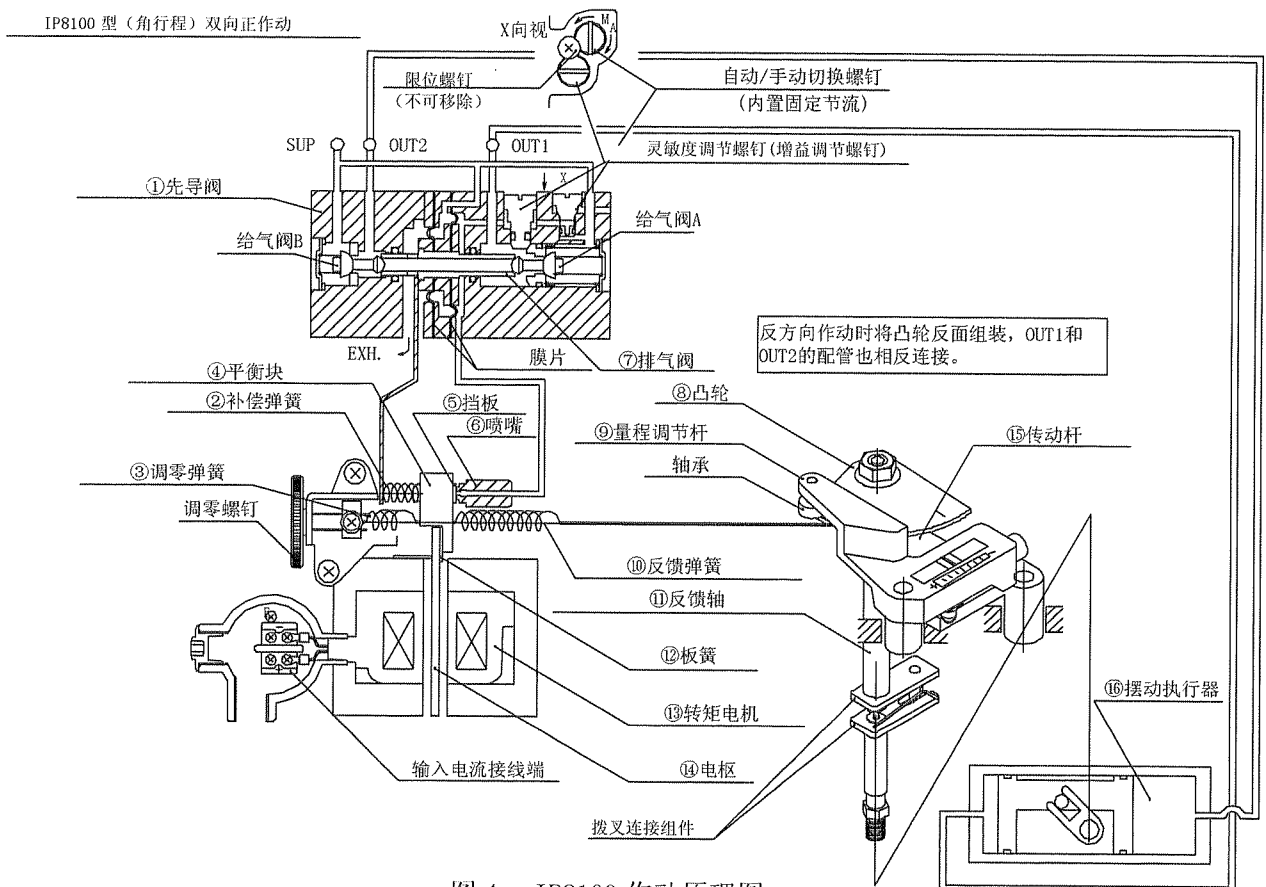

图 4 IP8100 作动原理图
当输入电流增加，⑭电枢以⑬转矩电机内的⑫板簧为支点受到逆时针方向的回转扭矩，将④平衡块推向左方，⑥喷嘴和⑤挡板之间的空隙增大，使⑥喷嘴的背压下降。其结果是：①先导阀的⑦排气阀向右作动，OUT1 的输出压力上升，OUT2 的输出压力下降，使得⑯摆动执行器回转。⑯摆动执行器的动作，通过⑪反馈轴，⑧凸轮，⑨量程调节杆，⑫传动杆作用于⑩反馈弹簧上，产生将④平衡块向右方拉动的力，这个力与输入电流所产生的力达到平衡，控制执行器停留在一个平衡位置。图 4 是⑧凸轮 DA 面正向作动（输入电流增加时，⑯摆动执行器的转轴顺时针回转）时的案例。②补偿弹簧的作用是将⑦排气阀的作动立即反馈给④平衡块，提高系统的安定性。零点调节是通过改变③调零弹簧的张力来进行的。